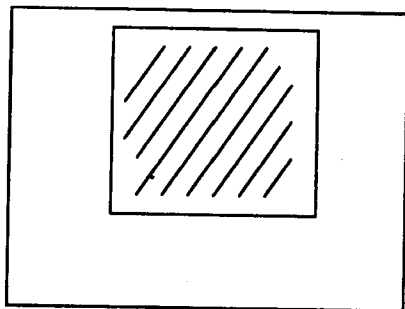
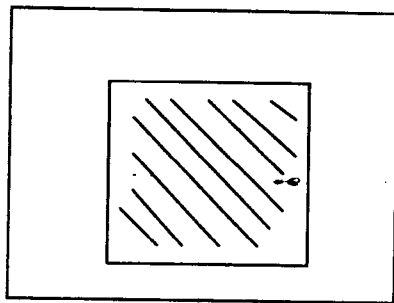

图 1-4 印刷位置靠上
图 1-5 印刷位置靠下
②印刷上下位置的调整。当印刷品出现如图 1-4 所示情况时,为印刷位置靠上,这种情况会造成原稿边缘图像丢失,印刷不完整;当印刷品出现如图 1-5 所示情况时,为印刷位置靠下,这种情况同样会造成原稿边缘图像丢失,印刷不完整。